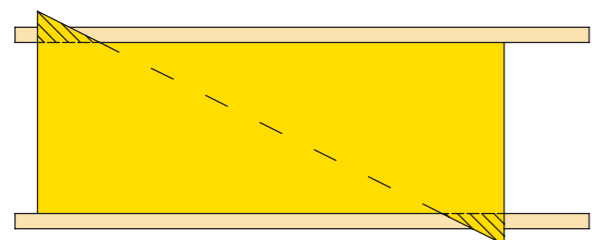
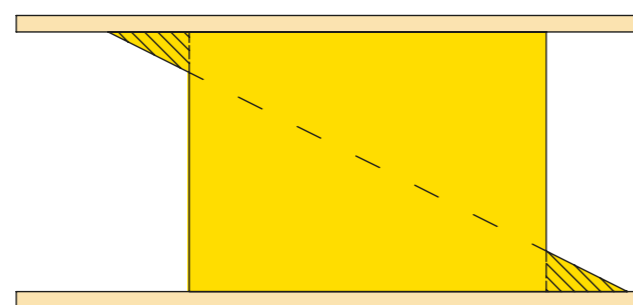

Fig. 2. Smaller konstruktioner
Fig. 3. Brede konstruktioner
- Isoleringspladen kan passes ind i smallere eller bredere skeletkonstruktioner ved at forskyde de to trekantede i forhold til hinanden, se fig. 2 og fig. 3.